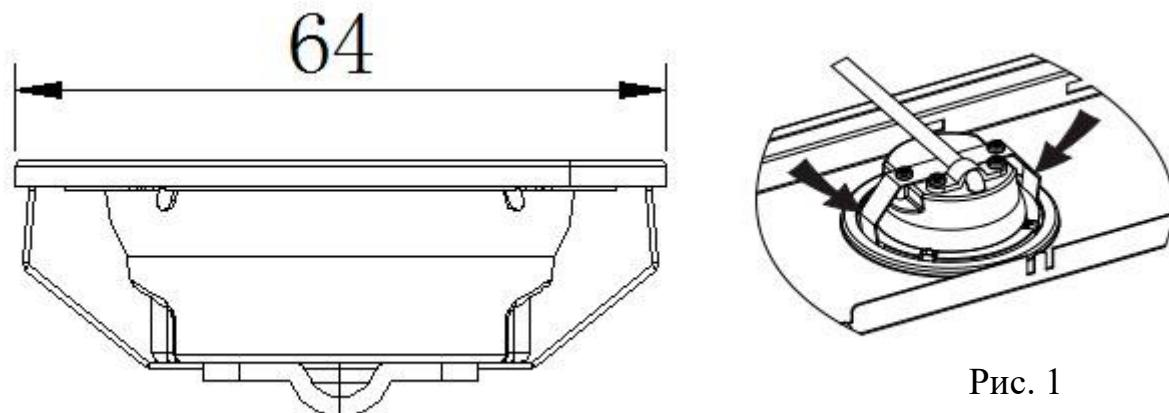

Рис. 1
- Используя инструмент или руку, нажимайте на пружинные фиксаторы с обеих сторон светодиодной лампы до тех пор, пока лампа не будет выдавлена (рис. 1), затем медленно вытяните кабель и отсоедините клеммы (рис. 2).